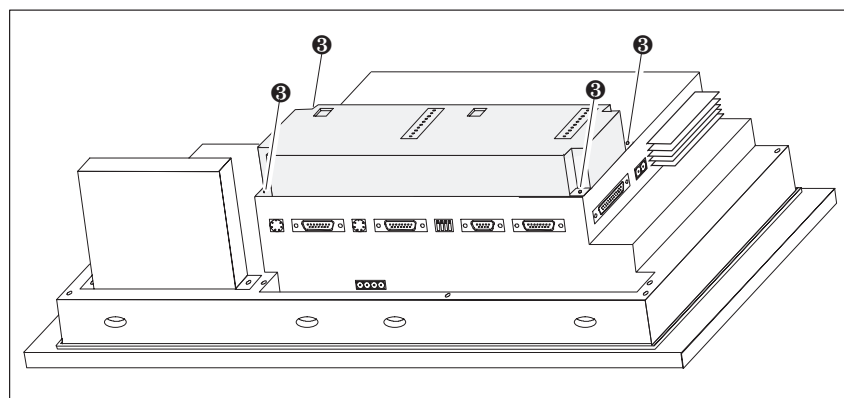

Figura 18-6 Fijar el módulo de teclas directas al OP (ejemplo OP37)
4. Fije el módulo de teclas directas con los cuatro tornillos adjuntos ③ al OP (véase figura 18-6).